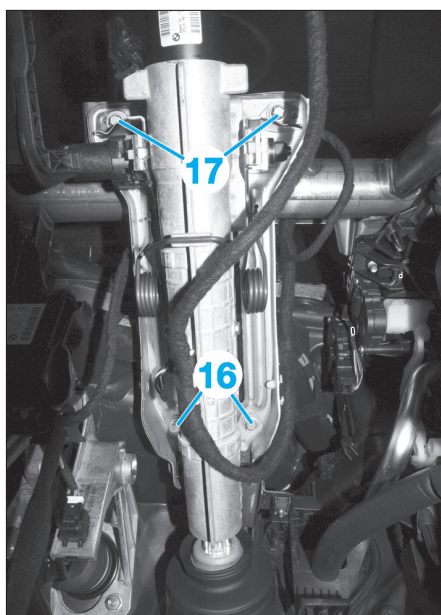

Fig. 10
- les vis (16) de fixation de la colonne de direction (Fig.10),
- les vis (17).